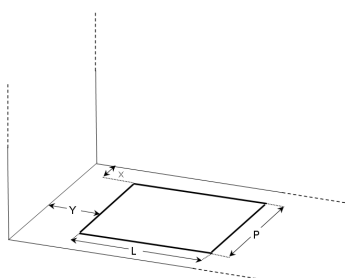

Abb. 3
Lochöffnungen (B x T) für die Aufnahme des Geräts und die Sicherheitsabstände (X und Y) variieren je nach Modell, siehe nachstehende Tabelle und Abb. 3.
Bitte beachten: In Abb. 3 ist die Wand des Möbels links des Geräts dargestellt. Falls Sie rechts installieren wollen, dann müssen Sie die gleichen Abstände lt. Tabelle einhalten (Y).